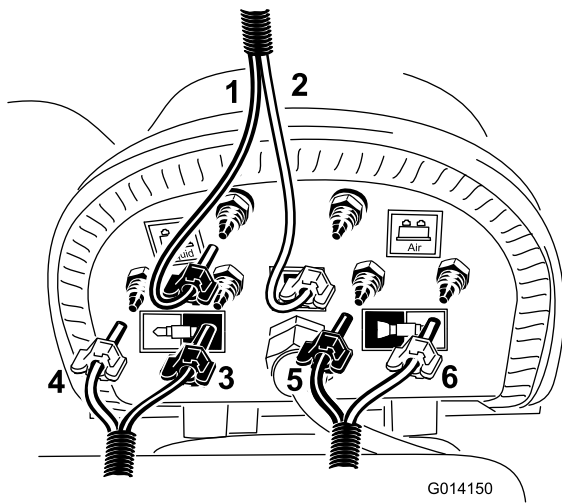

Рисунок 15
2. Подсоедините синюю и прозрачную трубки к соответствующим верхним штуцерам на компрессоре (Рисунок 15).
4. Найдите пенный шланг, проложенный к левой стреле, и подсоедините его синюю и прозрачную трубки к штуцерам, как показано на (Рисунок 15).
5. Найдите пенный шланг, проложенный к правой стреле, и подсоедините его синюю и прозрачную трубки к штуцерам, как показано на (Рисунок 15).